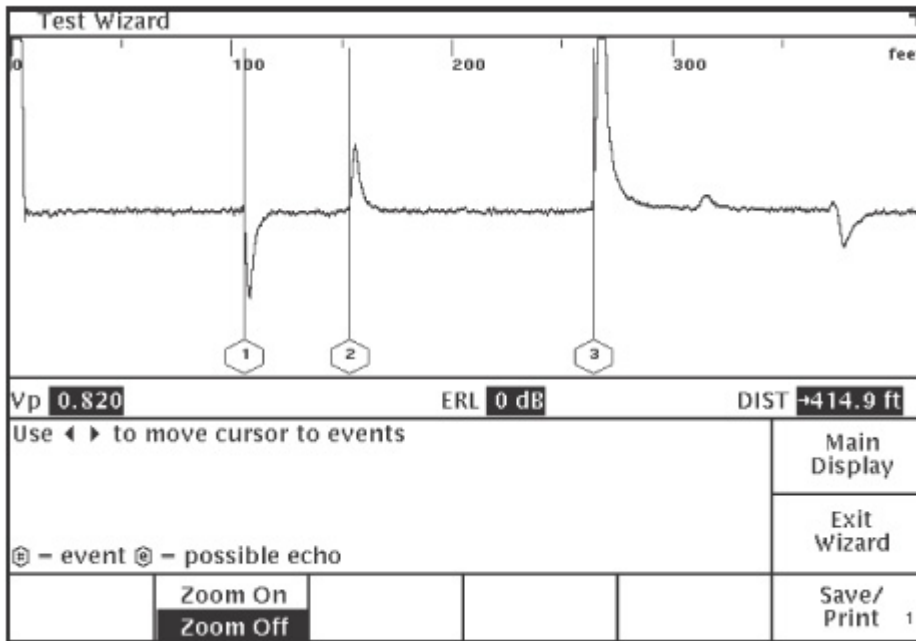

Рис. 1-1: Экран измерений системы TestWizard
4. Нажмите кнопку **Next** (далее) для перехода к экрану "TestWizard Measurement" (экран измерений) (переход может занять от 10 до 30 секунд) (рис. 1-1).